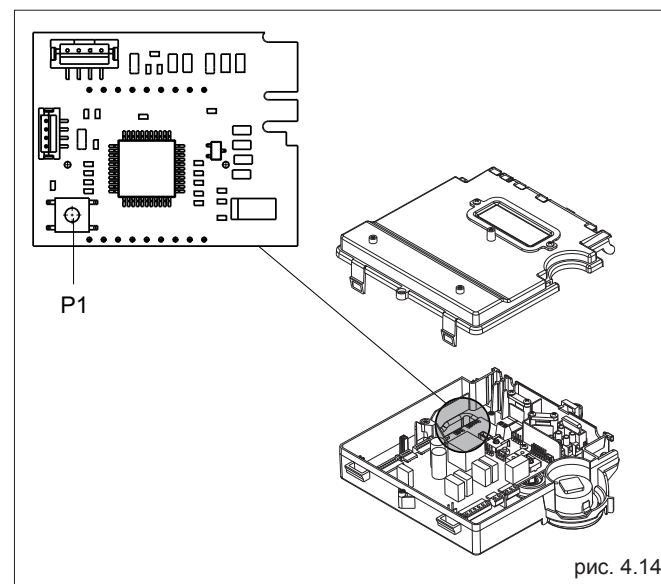
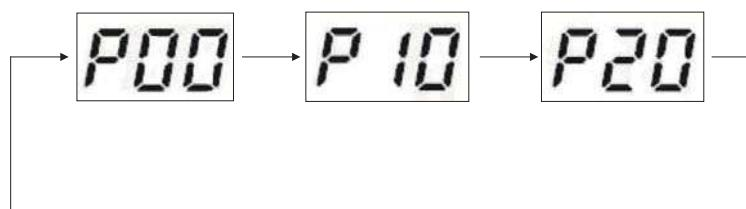

рис. 4.14
рис. 4.14b
- отвинтите крепёжные винты крышки (F), чтобы открыть доступ к контактной колодке (рис. 4.14)
**ЗАМЕЧАНИЕ:** для того чтобы получить доступ к кнопке P1 необходимо снять крышку панели управления и найти плату дисплея (рис. 4.14).
Удерживайте нажатой кнопку P1 на дисплее (рис. 4.14), по крайней мере, в течение 10 секунд, чтобы перейти в режим программирования. Три параметра и их значения будут циклически отображаться на дисплее (рис. 4.14b). Для того чтобы изменить значение какого-либо параметра ещё раз нажмите кнопку P1 во время отображения самого параметра, и удерживайте её нажатой до тех пор, пока значение параметра не изменится с 0 на 1, или наоборот (примерно 2 секунды).